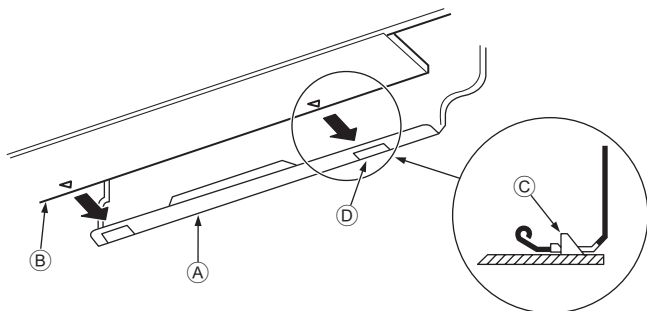

Fig. 3-16
3. Al introducir las tuberías de refrigerante y la manguera de drenaje en el orificio de penetración en la pared (manguito de penetración), cuelgue la parte superior de la unidad interior en la placa de montaje ①.
5. Fije la unidad en la placa de montaje ① empujando la parte inferior de la unidad. (Fig. 3-16)
- * Asegúrese de que los tiradores de la parte inferior de la unidad interior estén bien enganchados en la placa de montaje ①.
- ① Placa de montaje
- ② Unidad interior
- ③ Gancho
- ④ Orificio cuadrado